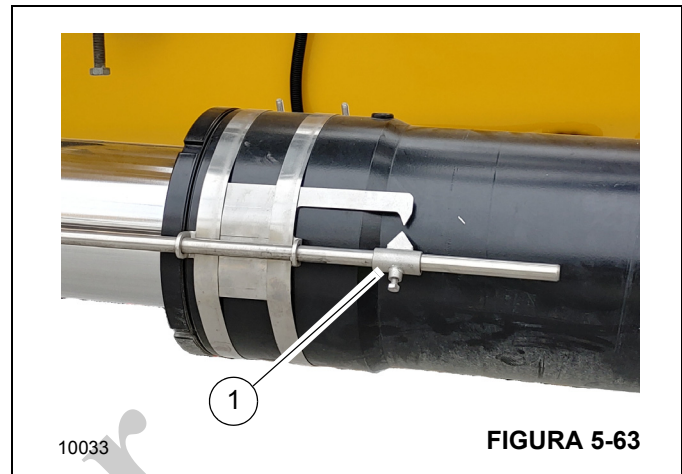

FIGURA 5-63
- Si se almacena una extensión de la pluma hidráulica opcional, asegúrese de que el indicador de ángulo (1, Figura 5-63) esté alineado. Si las flechas